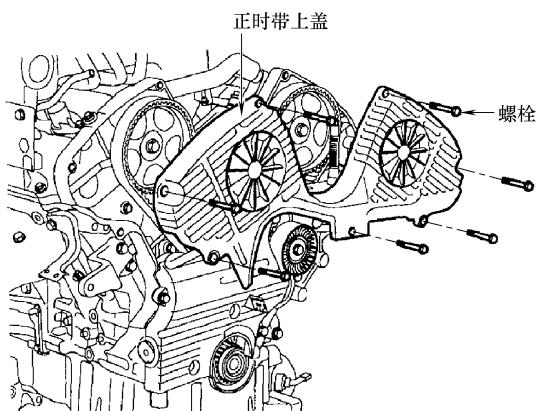

图 31-34 拆卸螺栓和正时带上盖
8) 如图 31-34 所示，拆卸 7 个螺栓和正时带上盖。